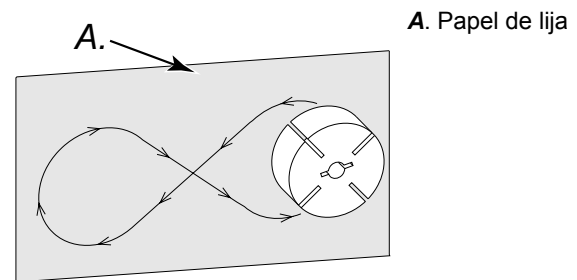

Figura 28 – Lijado del rotor.
6. Vuelva a colocar el ventilador en el eje del motor. Coloque el cubo del ventilador a ras con el extremo del eje del motor (vea la Figura 28).